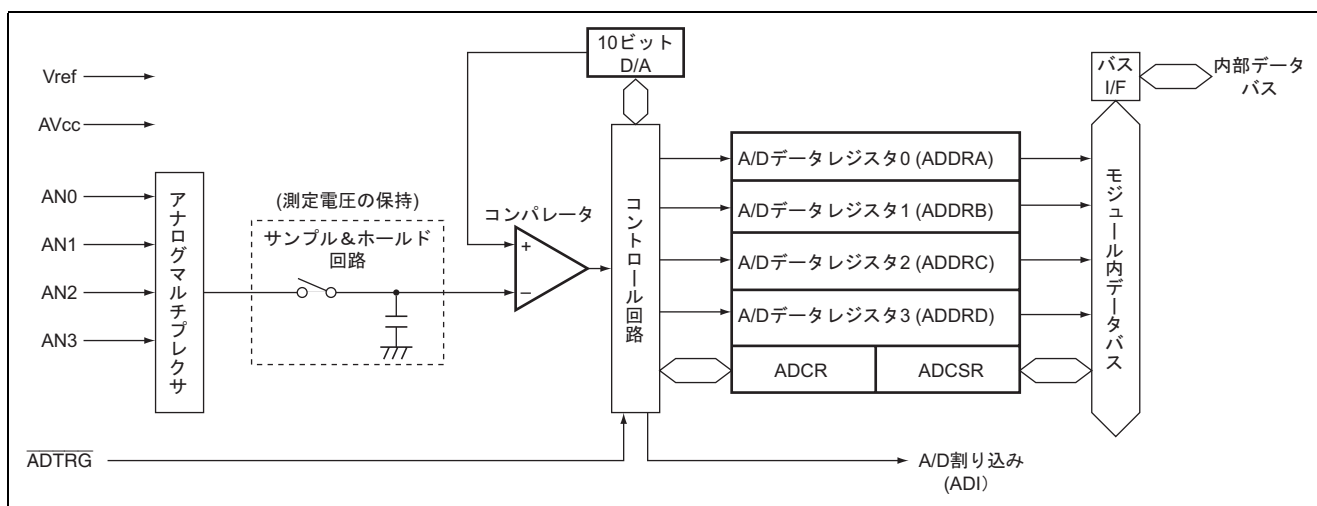

図 2 A/D 変換器ブロック図
- (1) 図 2 に 4 チャンネル A/D 変換のブロック図を示します。本タスク例では A/D 変換器の以下に示す機能を使用します。